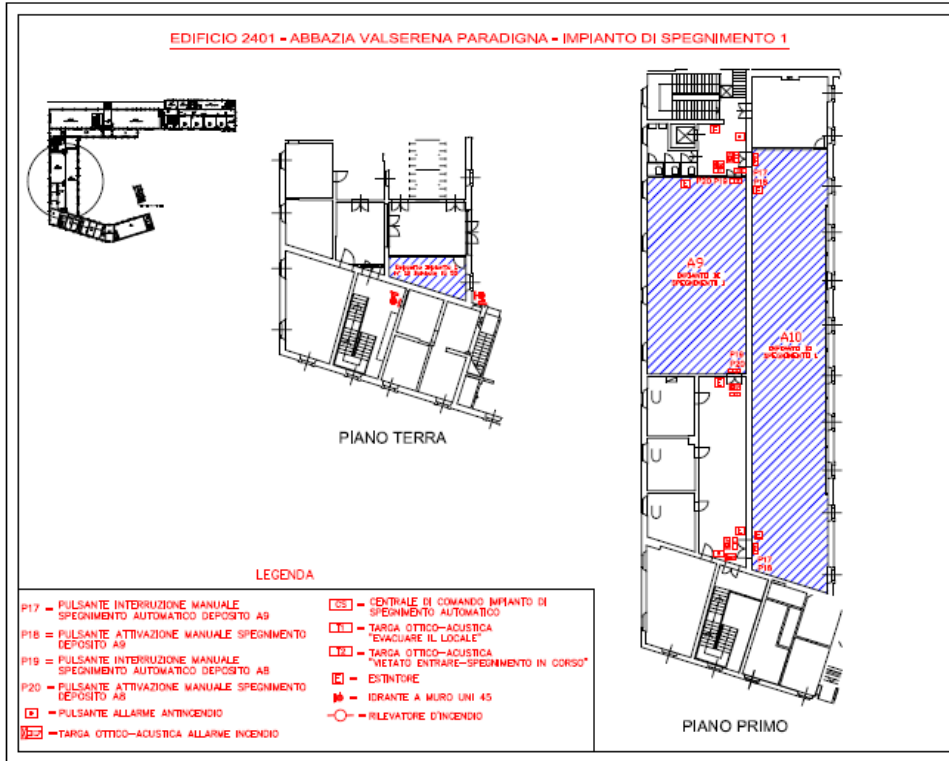

Figura 2.1 - Impianti spegnimento automatico 1.
- Deposito A9 e A10 – Primo Piano Le 18 bombole di questo impianto sono posizionate nel locale vicino all'ingresso principale del piano terra (vedi p.to 3.4 – Figura 2.1).